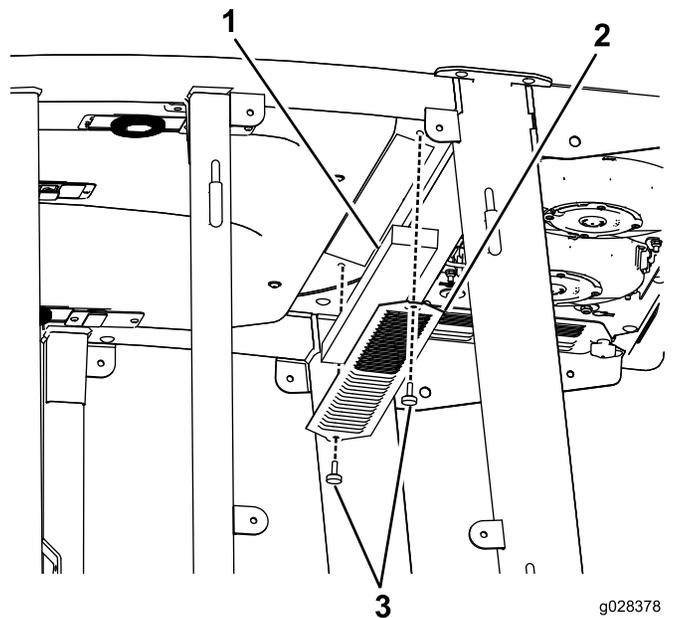

図 137
3. キャビンの屋根を止めているボルト22本を外して屋根を外す 図 137。
4. エアフィルタを取り外す 図 137。
5. エアコンのコイルを外して清掃する 図 137。